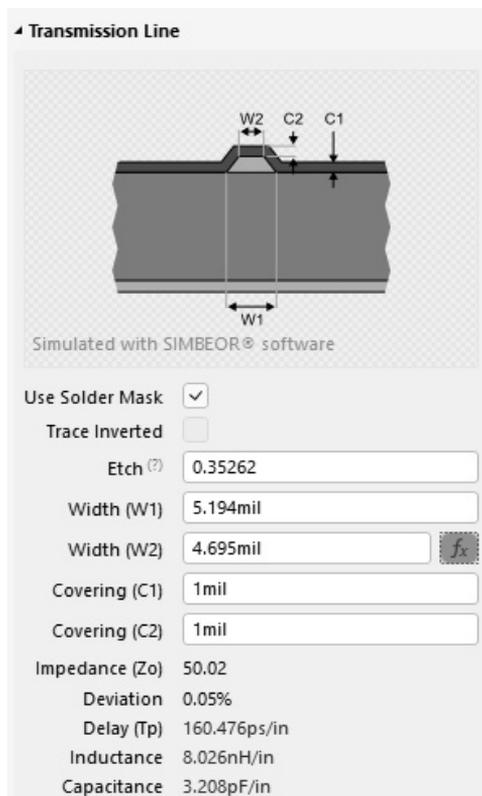

图 3-37 顶层单端信号阻抗计算结果
③ 在 Transmission Line 选项组即可看到 50Ω 的阻抗，计算出的线宽为 5.194mil，如图 3-37 所示。